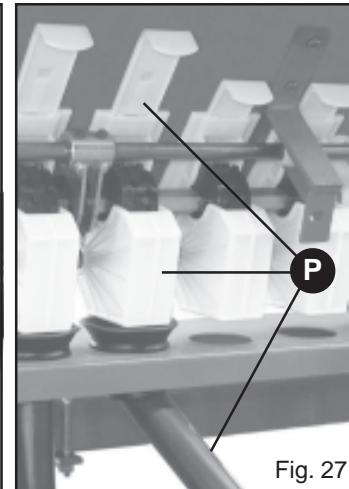

Fig. 27
- Die Mutter (N) und die Schrauben lösen (O).
- Überprüfen, daß nur die Blätter der Säapparate, die das Teleskoprohr (P, Abb. 27) haben, offen stehen, alle anderen müssen geschlossen sein.